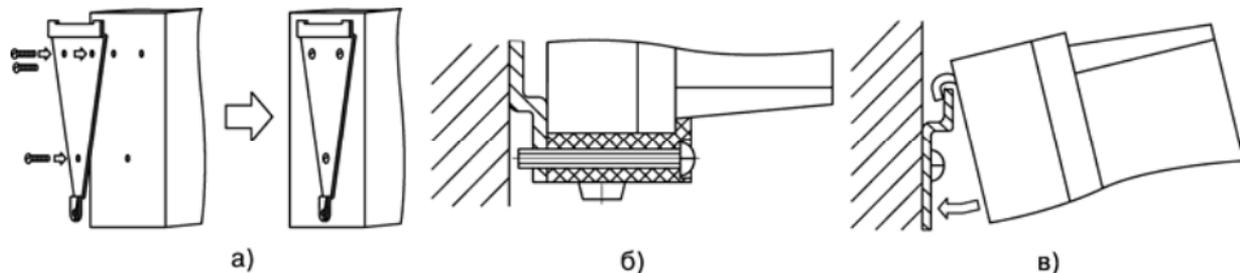

Рисунок 5.1
- 1) Закрепить кронштейн тремя винтами3 М4 на поверхности, предназначенной для установки прибора (см. приложение Д и рисунок 5.1, а).
- 2) Зацепить крепежный уголок на задней стенке прибора за верхнюю кромку кронштейна (рисунок 5.1, б)
- 3) Прикрепить прибор к кронштейну винтом М4х35 из комплекта поставки (рисунок 5.1, в).